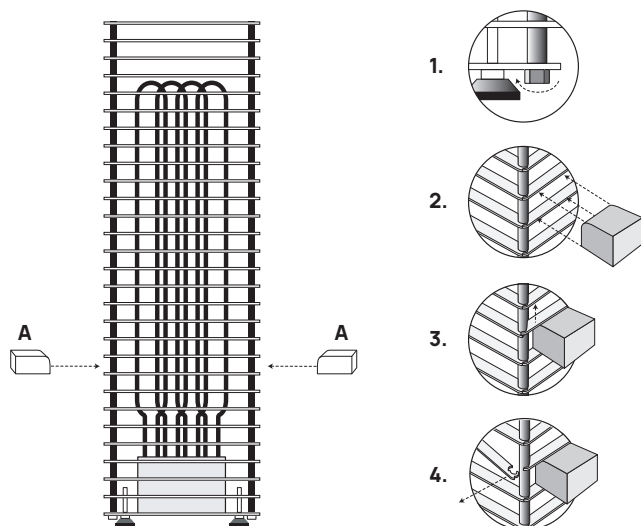

Figure 3. Ouverture des nervures du chauffe-sauna HUUM CLIFF
Afin de faciliter la pose des pierres, toutes les nervures du poêle peuvent être retirées à l'aide de cales en bois (A). Voir **Figure 3**.